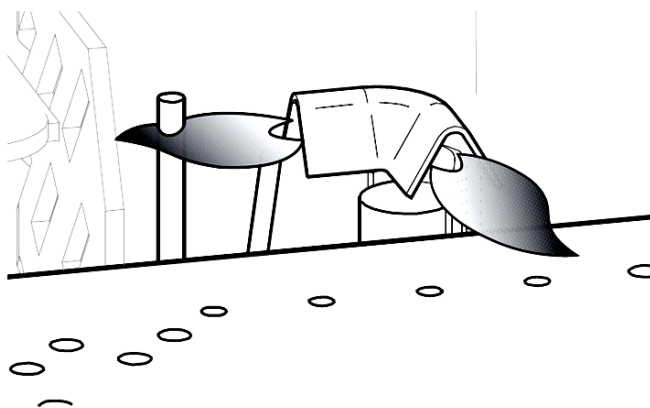
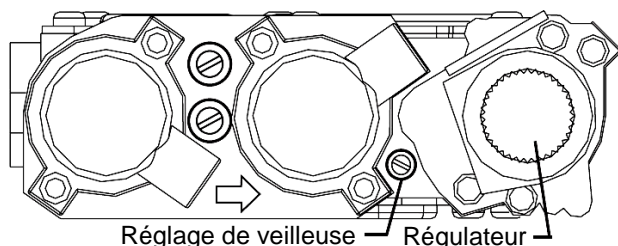

Figure 40. Position adéquate des flammes de la veilleuse par rapport aux trous perforés du plateau du brûleur.
Figure 42. Réglage manuel des flammes.
Figure 39. Placez la bûche croisée gauche sur la bûche arrière et la bûche avant gauche, tel que le montre la figure. Disposez des pierres réfractaires sur le plateau du brûleur, sans trop les serrer. NE PAS OBSTRUER LES ORIFICES DE LA VEILLEUSE. VOIR FIG. 40.
2. **FLAMME DE LA VEILLEUSE** : On peut surveiller la flamme de la veilleuse située sous la bûche arrière. Voir fig. 40. La flamme de veilleuse doit être stable – sans vaciller, diminuer ni augmenter. La flamme doit être de couleur bleue autour du capuchon de veilleuse, avec des traces de jaune près des bords externes. La flamme de veilleuse doit couvrir 1/8 po du détecteur de flamme. La flamme de veilleuse, qui sort de l'orifice par le capuchon de veilleuse, doit être dirigée vers les trous perforés du plateau de brûleur. Ajustez la flamme de veilleuse par la vis de réglage située à gauche du régulateur de la valve (voir fig. 42).